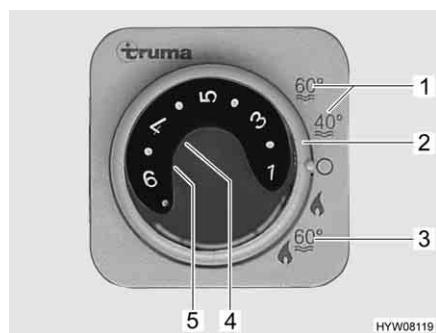

Fig. 94 Centralina di controllo per riscaldamento/boiler
Il boiler è integrato nel riscaldamento e funziona a gas. Il boiler si accende dalla centralina di controllo (Fig. 94) con l'interruttore girevole (Fig. 94,2).
Durante il funzionamento invernale "Riscaldamento e boiler" (Fig. 94,3), accendendo il riscaldamento è riscaldato automaticamente anche l'acqua nel boiler. Quando il riscaldamento si spegne al raggiungimento della temperatura ambiente desiderata, il boiler continua a riscaldare l'acqua, fino a quando questa raggiunge la temperatura impostata.
Durante il funzionamento estivo (Fig. 94,1) l'acqua è riscaldata soltanto nel boiler fino a 40 °C o 60 °C. L'acqua si riscalda a 60 °C in ca. 25 minuti. La spia di controllo gialla (Fig. 94,5) si accende durante la fase di riscaldamento del boiler.
L'alimentazione di tensione per il boiler non può essere interrotta interrompendo l'alimentazione a 12 V sul pannello di controllo. A seconda del modello, in caso di guasto si accende la spia rossa di controllo (Fig. 94,4) sulla centrale di controllo (vedi capitolo 14).
- Sulla centralina di controllo (Fig. 94) posizionare l'interruttore girevole (Fig. 94,2) su "Funzionamento estivo" (Fig. 94,1).
La spia di controllo gialla (Fig. 94,5) si accende durante la fase di riscaldamento. Al raggiungimento della temperatura dell'acqua desiderata, la fase di riscaldamento termina e la spia di controllo gialla si spegne.
- Sulla centralina di controllo (Fig. 94) posizionare l'interruttore girevole (Fig. 94,2) su "O".